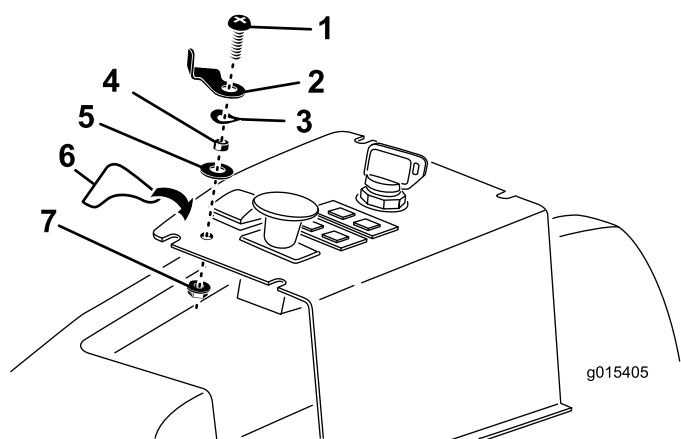

Figura 13
- Insira alavanca de BLOQUEIO DE ELEVAÇÃO, espaçador, anilha ondulada e anilha plana no parafuso de cabeça chata de ¼ x 1 pol. posicionando como se mostra na Figura 13.
- Insira o conjunto da alavanca de BLOQUEIO DE ELEVAÇÃO no furo do painel de controle e prenda-o com uma porca de bloqueio. Posicione a alavanca de BLOQUEIO DE ELEVAÇÃO como se mostra na Figura 13.
- Coloque o autocolante da alavanca de BLOQUEIO DE ELEVAÇÃO no painel de controle, como se mostra na Figura 13.